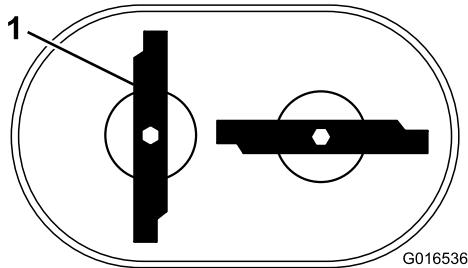

Figura 37
**Nota:** Las cuchillas deben estar perpendiculares entre sí, formando una "T" invertida, según se muestra en Figura 37.